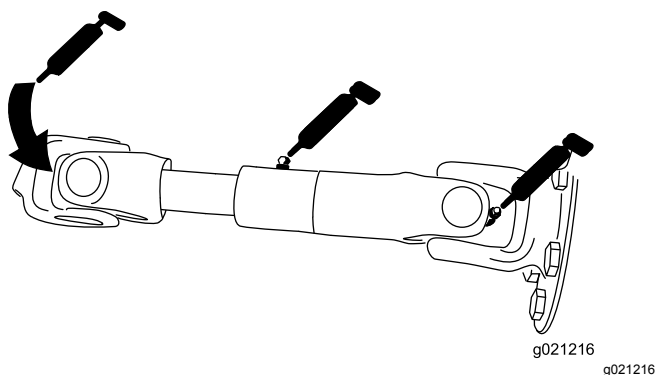

Figura 74
- Eje de transmisión de la bomba (3) (Figura 74)